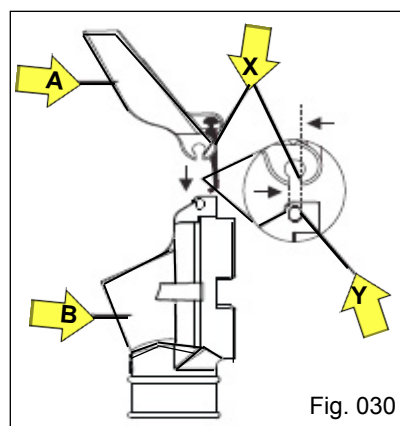

Fig. 030
a) Incline a tampa do bocal “A” de forma que a mesma fique alinhada com a face plana do canal oblongo “X”, direcionando ao encaixe “Y” do pino do boca (Fig. 030);